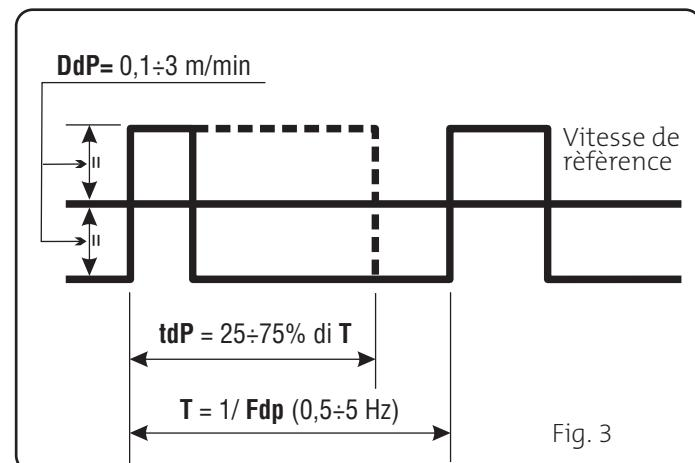

Fig. 3
D)Tourner le bouchon réservoir AI jusqu'à quand le sigle tdp est affiche. Cette valeur est la durée de la vitesse de fil la plus élevée, c'-à-d. le courant le plus élevé. Cette valeur est exprimée en pourcentage du temps obtenu de la fréquence Fdp (Voir figure 3).